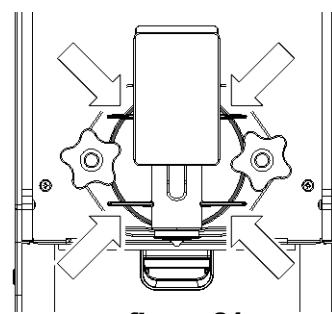

figura 31
- 1 Una vez por día:** controle el distribuidor y verifique que no haya pérdidas de producto a través de la junta del grupo grifo. Si se detectan pérdidas, verifique en primer lugar que los componentes estén colocados correctamente; a continuación, verifique que la junta no sea defectuosa y no esté desgastada; de ser así, sustitúyala con un repuesto original del fabricante. (ver figura 31)